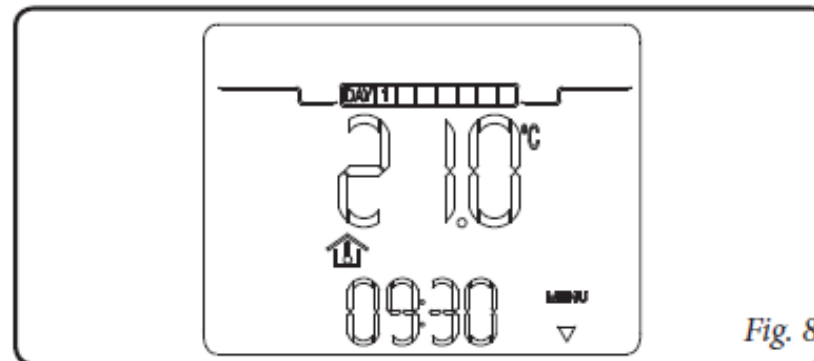

Fig. 8
- Режим «stand-by» / защита от замерзания (\*). В этом режиме котел может работать только в случае поступления запроса на защиту от замерзания в помещении. В этом режиме в любом случае на дисплее отображается день недели, текущий час, возможные неисправности в работе и температура помещения (рис. 8).